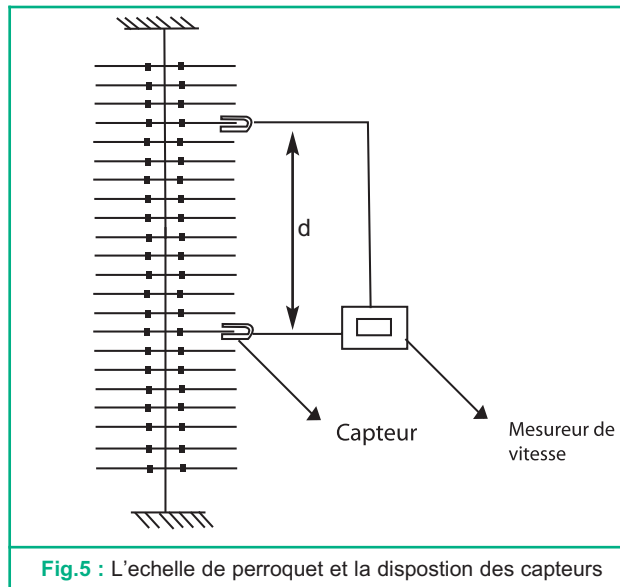

Fig.5 : L'échelle de perroquet et la disposition des capteurs
- ♦ On place les masselottes de l'échelle de perroquet à 2 cm par exemple de l'axe principal de l'échelle. Ensuite, on place un capteur devant chacun de deux barreaux de l'échelle, séparés par une distance  $d$ . Les deux capteurs sont reliés à un mesureur de vitesse (Fig.5)